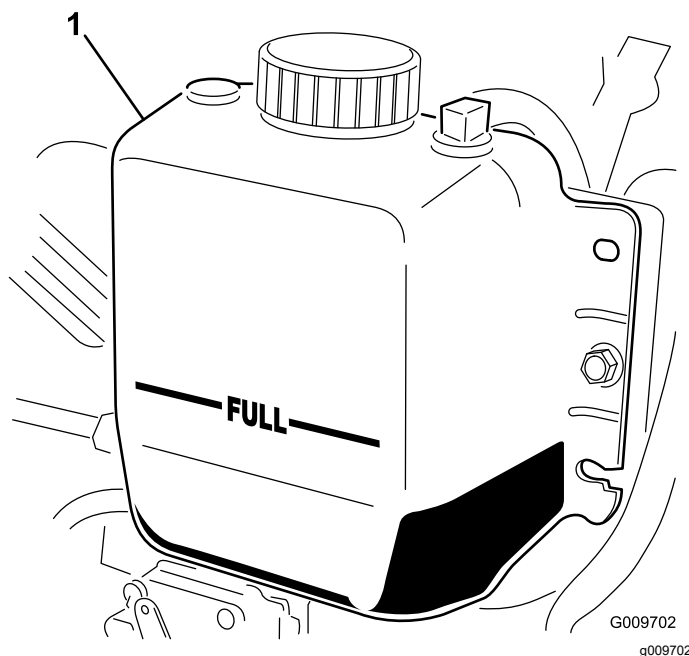

Figure 84
3. Vérifiez le niveau du liquide de refroidissement dans le radiateur. Le radiateur doit être rempli jusqu'en haut du goulot de remplissage et le vase d'expansion jusqu'au repère MAXIMUM (Figure 84).